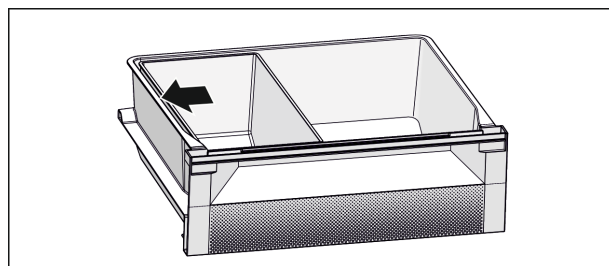

Fig. 7
- Für eine optimale Kühlfunktion: Fish & Seafood-Schale nach Abbildung (siehe Fig. 7) positionieren.